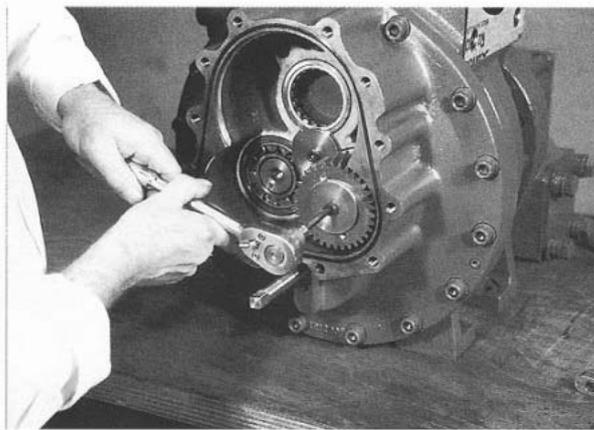

Рис. 22
11. Снимите стяжной винт ведущей шестерни и шайбу на конце ротора "папа". (Рис. 22)